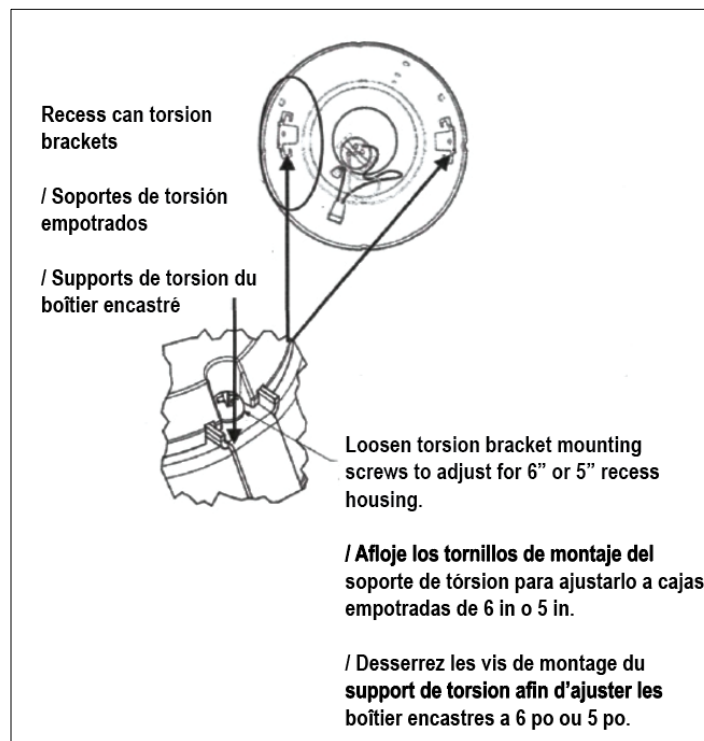

Figure 1
4. Si le module est installé dans une boîte encastrée de 5 po, desserrer les deux vis de montage du support du ressort de torsion en haut du nouveau module (voir figure 1) pour ajuster les supports et les ressorts de torsion. Faire glisser les supports à l'intérieur du module pour qu'ils s'adaptent et s'alignent sur une boîte encastrée de 5 po. En cas d'utilisation d'une boîte encastrée de 6 po, sauter cette étape.